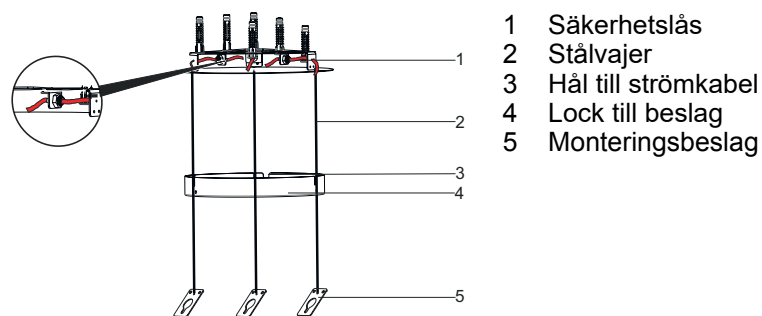

Fig. 8
1. Stålvajrarna ska föras genom säkerhetslåsen (Fig. 8).
2. Dra i ståltrådarna. Säkerhetslåsen kommer att se till att vajrarna inte kan dras tillbaka (Fig. 8).